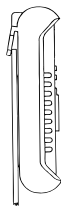
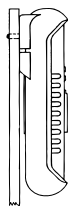

Рис. 6.2
Рис. 6.3
2. Закреплять мультиметр вертикально во время работы и хранения (рис. 6.2 – на панель, рис. 6.3 – на кабель подходящего диаметра).